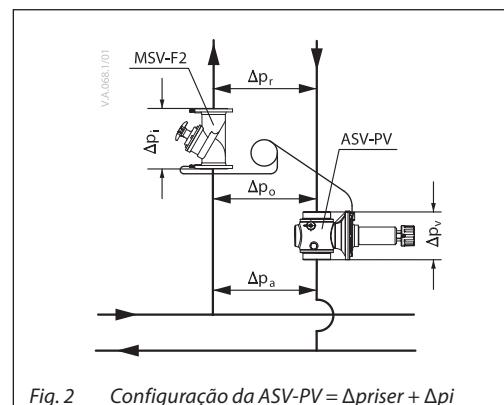

Fig. 2 Configuração da ASV-PV = $\Delta p_{riser} + \Delta p_i$
- válvula parceira dentro do circuito de controle (Fig. 2).